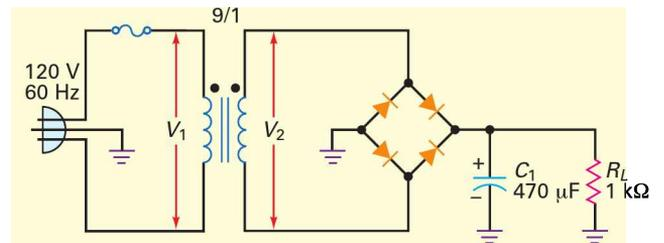

Figure 4.41
4.21 Quelles sont la tension continue et l'ondulation du montage de la figure 4.41 ? Dessinez la forme du signal.
4.22 Si la tension du secteur descend à 105 V dans la figure 4.41, quelle est la tension continue de sortie ?
4.23 Quelle est la tension inverse de crête du montage de la figure 4.41 ?
4.24 Si le rapport de transformation passe à 3/1 dans la figure 4.41, que devient la tension inverse de crête ?
4.25 Un transformateur F-25X remplace le transformateur de la figure 4.41. Quelles sont approximativement la tension crête sur l'enroulement secondaire et la tension continue à la sortie ? Est-ce que le transformateur fonctionne dans sa gamme de courant ? La tension de sortie est-elle plus grande ou plus petite que la normale ?
4.26 Quel est le courant primaire de la figure 4.41 ?
4.28 Quel est le courant moyen à travers chaque diode de la figure 4.41 ?
4.29 Si le condensateur de filtrage dans la figure 4.41 est coupé, quelle est la tension DC de sortie ?
4.30 Si une seule diode est coupée (figure 4.41), quelle est la tension DC de sortie ?
4.31 Quelqu'un réalise le circuit de la figure 4.41 avec le condensateur électrolytique à l'envers. Quel type d'incident va-t-il vraisemblablement survenir ?
4.32 Si la résistance de charge de la figure 4.41 est coupée, quel changement apparaît sur la tension de sortie ?
4.44 Si l'une des diodes de la figure 4.41 est en court-circuit, que se passe-t-il ?